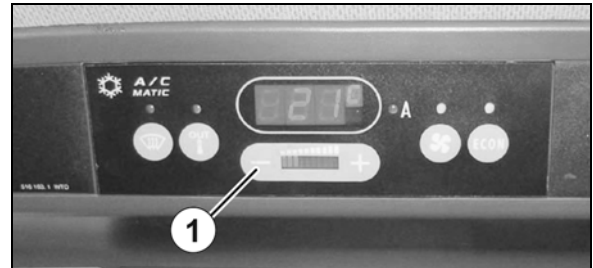

Bild 189
1. Demontera cirkulationsfiltret (Bild 189/1).